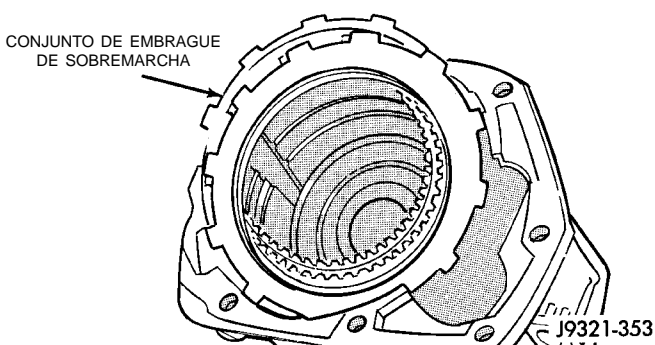

Fig. 203 Desmontaje del conjunto de embrague de sobremarcha
- (2) Retire el conjunto de embrague de sobremarcha (Fig. 203).